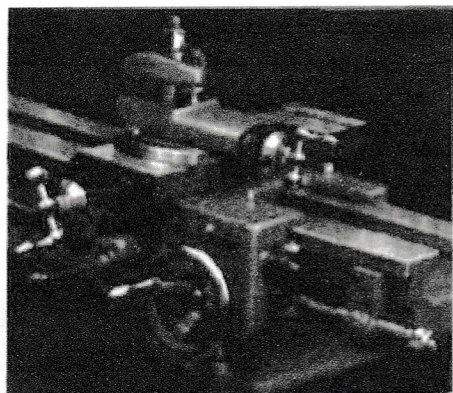

Fig.14
- 4S Placez le traînard en bout de banc près du palier support de la vis-mère, engagez l'écrou de la vis-mère, et serrez la vis de bridage du traînard. Fig. 14.
- 4M Placez le traînard à l'extrémité du banc coté poupée fixe, embrayez l'écrou de la vis-mère et serrez la vis de bridage du traînard. Comme sur la Fig. 14, mais à d'autre extrémité du banc.